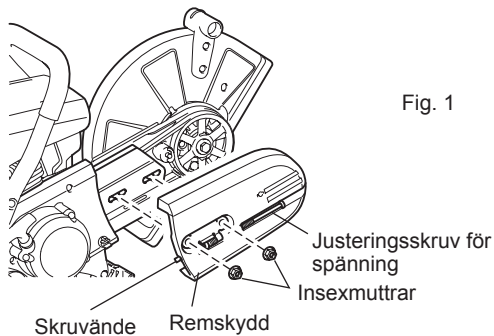

Fig. 1
- Lossa åtdragningsmuttern och vrid justeringsskruven för spänning åt vänster tills änden på skruven syns. (Fig. 1)
- Ta bort åtdragningsmutterarna och avlägsna remskyddet. (Fig. 1)